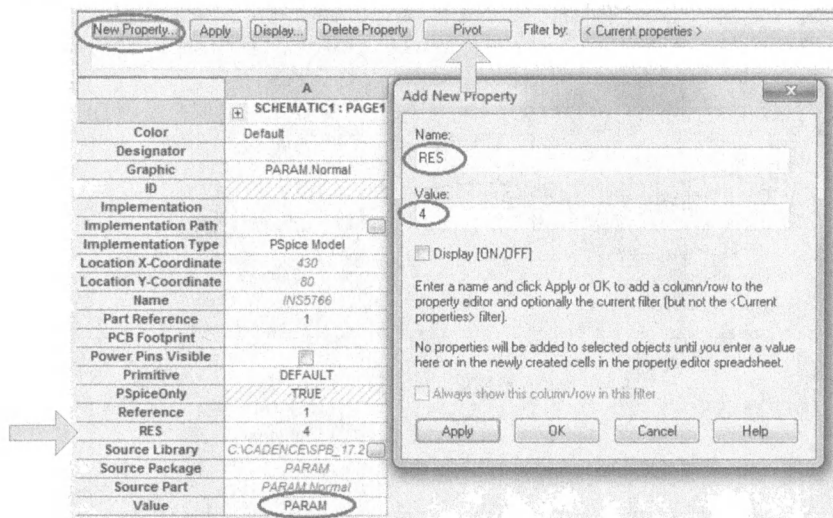

Рис. 2.17. Установка новых свойств резистора RES
4. Дважды щёлкнем на PARAM и в редакторе свойств выбираем New Properties. В новом окне свойств вводим RES без фигурных скобок и номинальное значение резистора 4. Кнопкой Pivot можно поменять в таблице свойств столбцы на строки, если понадобится (рис. 2.17).